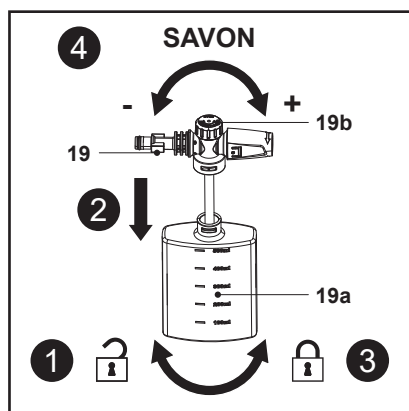

Fig. 11
Remplir et utiliser le détergent comme indiqué sur la Fig. 11.
1. Tenir la buse pour flacon de détergent (19), puis déverrouiller et retirer le flacon (19a) (Fig. 11, étape 1).
2. S'assurer que le tuyau d'alimentation en eau est bien fixé à la buse de détergent (19).
4. Placer la buse pour flacon de détergent (19) sur le flacon (19a) (Fig. 11, étape 2).
5. Tenir la buse pour flacon de détergent (19), puis y fixer fermement le flacon (19a) (Fig. 11, étape 3).
6. Tourner le bouton de réglage (19b) dans le sens horaire pour augmenter la dose de savon utilisée pendant le lavage et dans le sens antihoraire pour la diminuer (Fig. 11, étape 4).
7. Monter la buse pour flacon de détergent (19) sur le pistolet de pulvérisation (15).
8. La buse pour flacon de détergent (19) est prête à l'emploi.